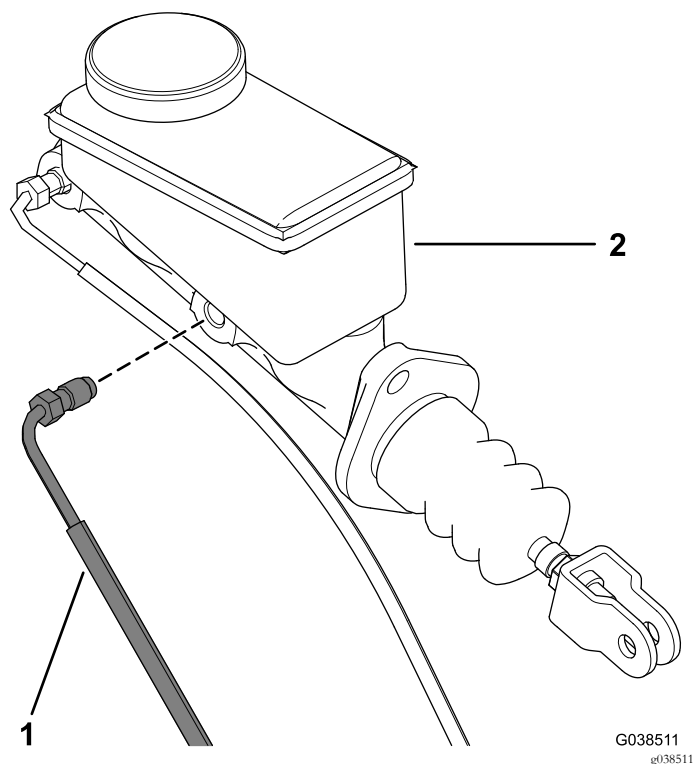

Figura 5
5. Desconecte el tubo del freno delantero del cilindro maestro (Figura 5).
1. Instale el tubo del freno delantero en el cilindro maestro (Figura 5).